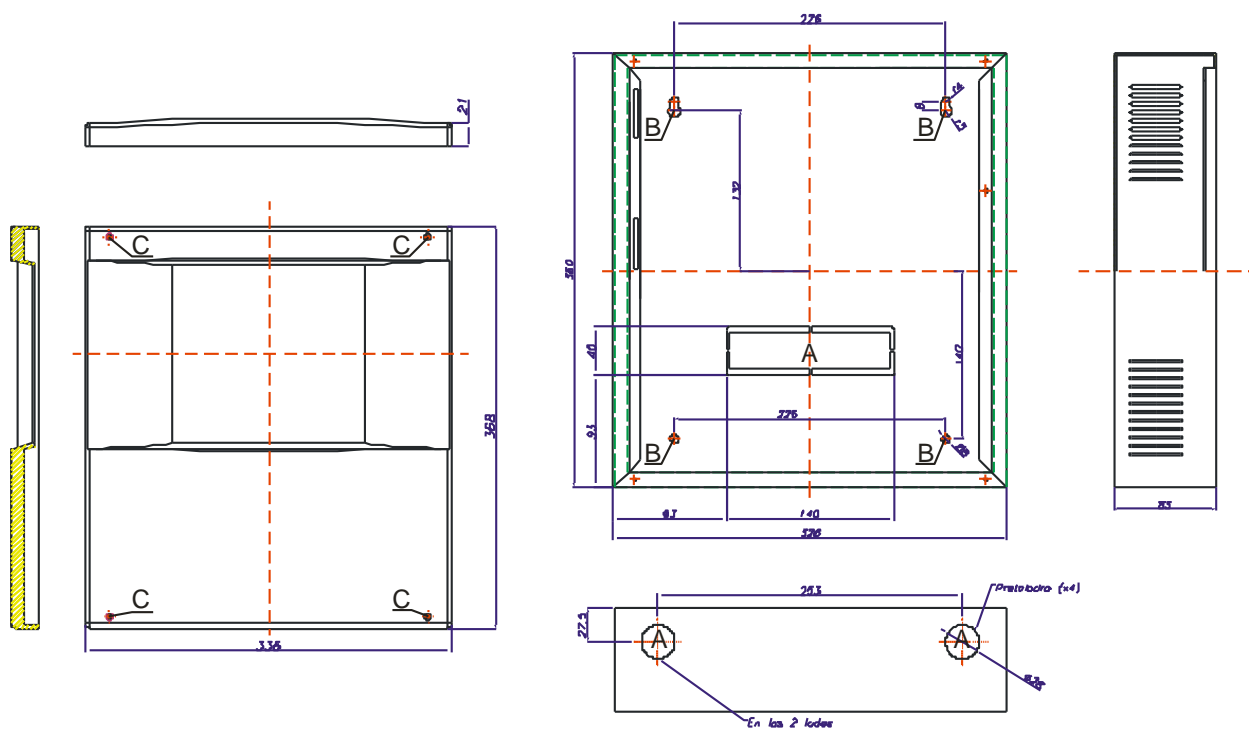

Figura 1: Dimensiones puerta y cofre central (mm).
- 2.3. Puerta** (368 x 336 mm): la cual se fija en el cofre mediante 4 tornillos frontales situados cerca de las esquinas (Letra C figura 1).
En cuanto al cofre, éste va provisto de 4 pretaladros circulares de 28 mm y 1 rectangular de 140 x 40 mm para permitir el acceso del cableado a la central (Letra A figura 1).
Para la instalación del cofre a la pared, existen 4 orificios distribuidos en la cara posterior cerca de las esquinas, 2 redondos en la parte inferior de diámetro 8mm y otros 2 ovalados en la parte superior (Letra B figura 1).
Por tanto, el proceso de instalación de la central es el siguiente (ver figura 1):
- Desmontar la puerta del cofre retirando los tornillos de las esquinas (Letra C figura 1).
- Realizar los taladros necesarios para sujetar la central en la pared. Para ello tener en cuenta los orificios situados en las esquinas del cofre (Letra B figura 1).
- Abrir los pretaladros necesarios para el paso de los cables a la central (Letra A figura 1).
- Montar el cofre en la pared usando los orificios (Letra B figura 1).
Nota 2: El cofre está diseñado con un Índice de Protección IP30. Si es necesario abrir los pretaladros laterales para el paso de cables (letra A en la figura 1), debe prestarse atención al bloqueo del espacio restante del orificio, por ejemplo con prensaestopa, para mantener esta misma protección.